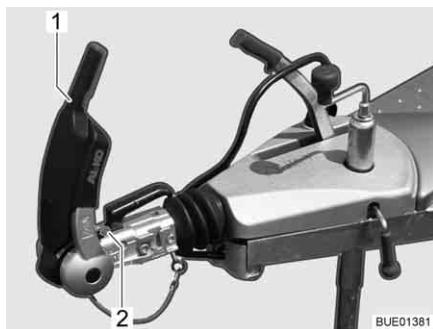

Fig. 129 Indicatore (guarnizioni di attrito davanti e dietro)
- Aprire la maniglia di stabilizzazione (Fig. 129,1).
Il controllo avviene mediante l'indicatore che si trova davanti alla maniglia del gancio (Fig. 129,2).